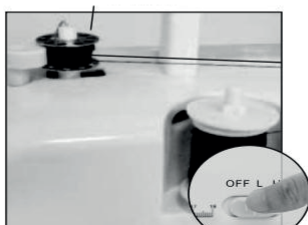

Рисунок 15
5. Остановите намотку после того, как нужный объем нити наматывается на бобину (рис.15).